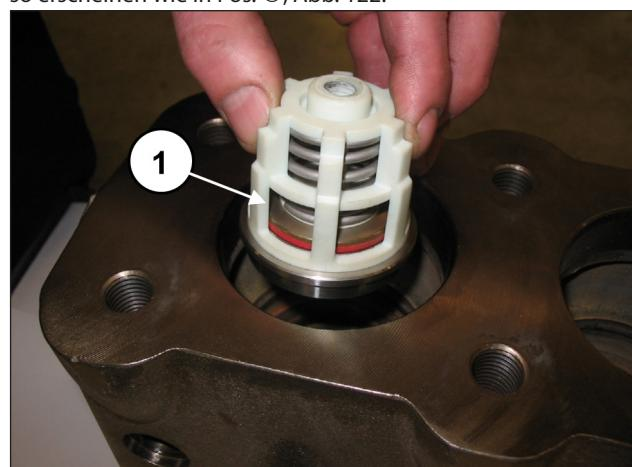
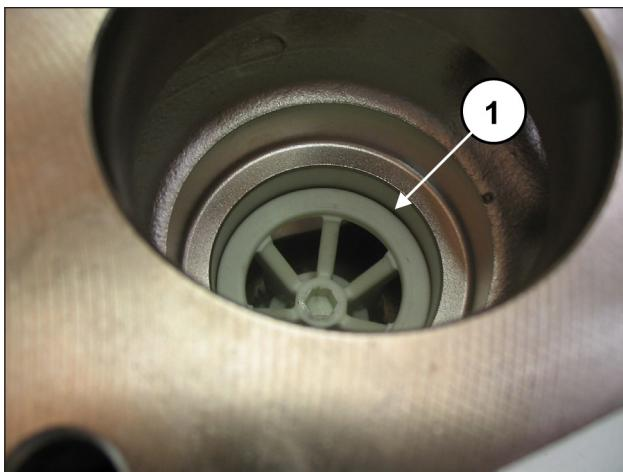

Abb. 121
Abb. 122
Setzen Sie die Saugventilgruppe (Pos. ①, Abb. 121) und anschließend das Distanzstück ein (Pos. ①, Abb. 122).
Die komplette Ventilgruppe muss bündig eingesetzt sein und so erscheinen wie in Pos. ①, Abb. 122.